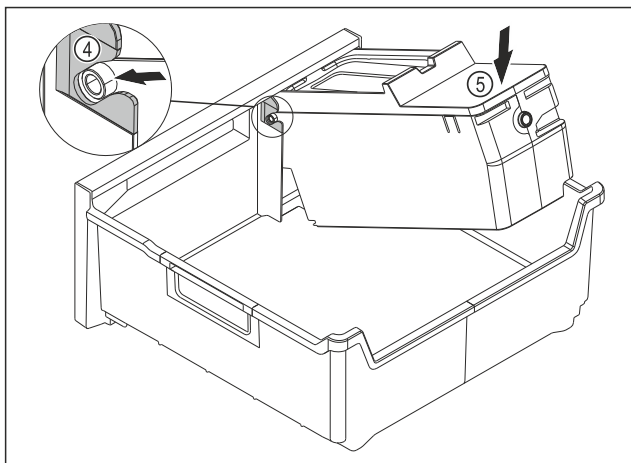

Fig. 148
- ▶ Montáž korpusu EasyTwist-Ice: Osi korpusu EasyTwist-Ice zasunúte do vedení Fig. 148 (4).
- ▶ Zatlačte korpus EasyTwist-Ice Fig. 148 (5) zozadu smerom nadol.